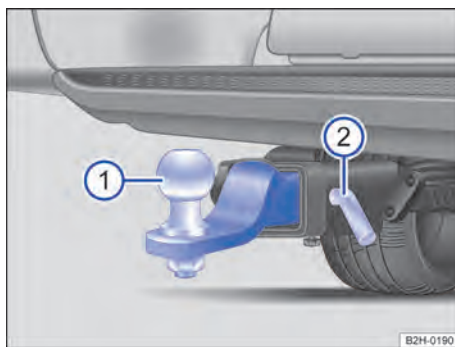

Fig. 145 Bajo el paragolpes trasero: montar el enganche para remolque.
- Empujar el enganche para remolque → fig. 145 ① hasta el tope en el alojamiento.
- Empujar el perno de cierre → fig. 145 ② en el alojamiento y bloquearlo con el perno de bloqueo → ⚡.